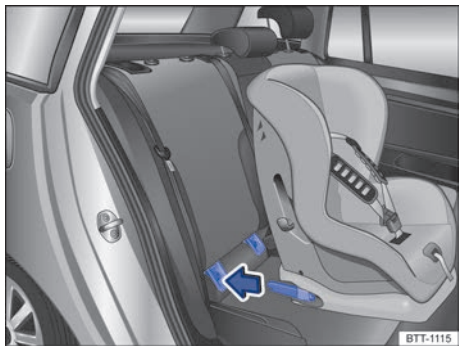

图 67 原理图：利用固定臂安装 ISOFIX 儿童座椅
● 沿箭头方向将儿童座椅的固定臂推到 ISOFIX 固定点上 ⇒ 图 67。必须能听到儿童座椅牢固卡止的声音。
- 沿箭头方向将儿童座椅的固定臂推到 ISOFIX 固定点上 ⇒ 图 67。必须能听到儿童座椅牢固卡止的声音。